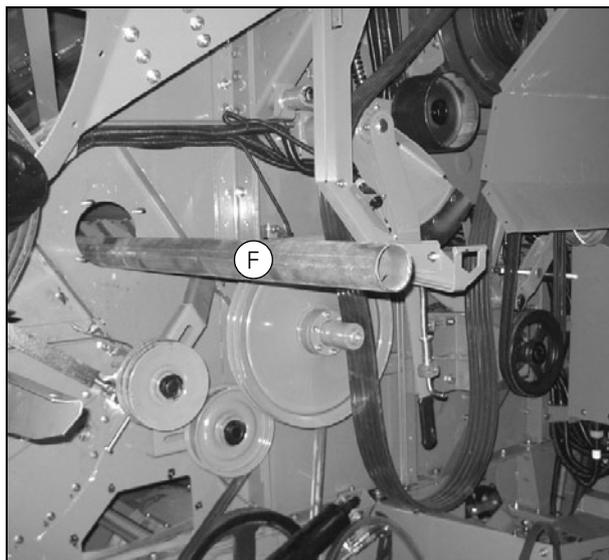

Рисунок 58
7. Вытащите задний битер через правую сторону. Удерживайте вал на весу с правой стороны при помощи вилчатого погрузчика или крана. Установите трубку (F) (Рис. 58) на вал с левой стороны. (диаметр трубки должен быть достаточно большим для установки на вал. Трубка предназначена для защиты резьбы от повреждений. Зафиксируйте трубу при помощи остроконечного винта). Поднимите вал с левой стороны и снимите задний битер с машины.